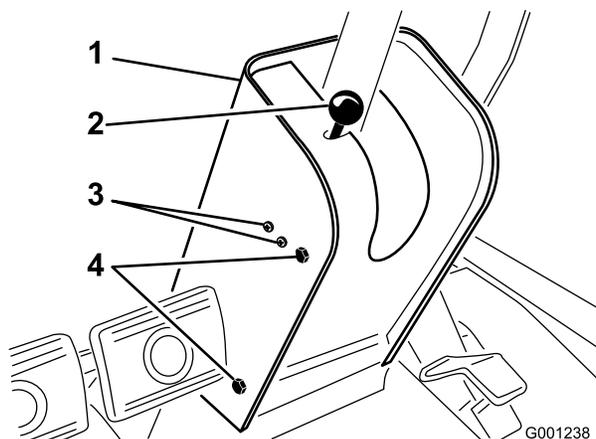

Figura 61
2. Togliete la manopola dall'asta del freno di stazionamento e le viti dal copripiantone dello sterzo (Figura 61).
4. Allentate le viti e i dadi che fissano l'interruttore del FRENO DI STAZIONAMENTO al lato sinistro del piantone (Figura 61).